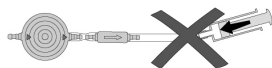

Fig. 19: Evitar pressurização
- ▶ Deve ser evitada uma pressurização por meio de seringa descartável, tanto na extremidade proximal, como na extremidade distal (Fig. 19).